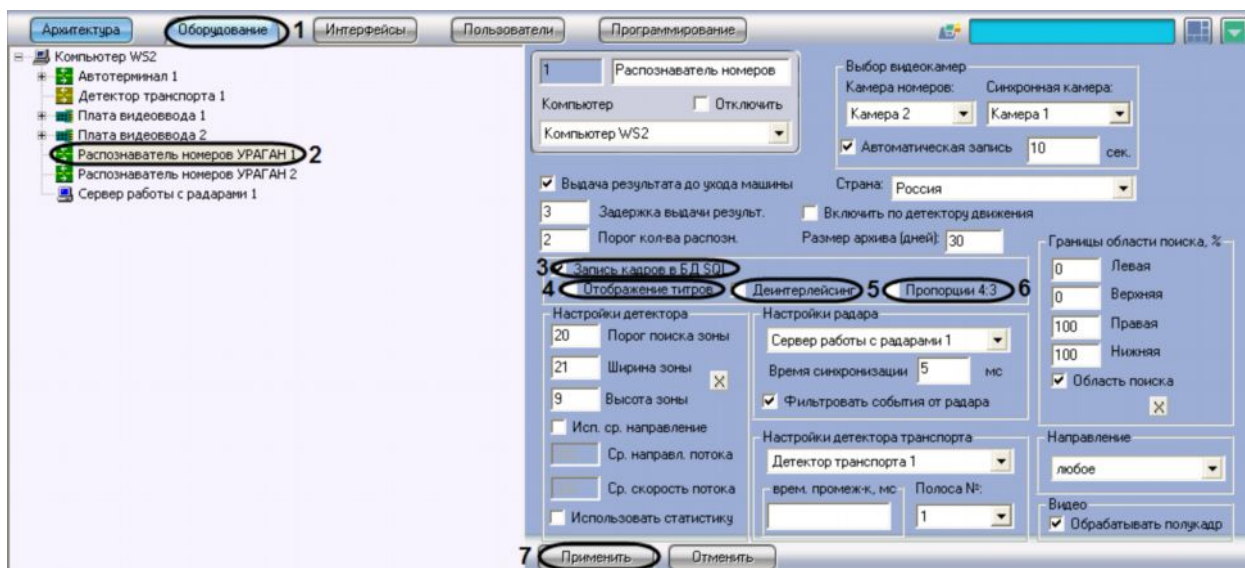

Рис. 7.2.4-1 Включение функции записи кадра с транспортным средством в базу данных номеров
1. В диалоговом окне «Настройка системы» перейти на вкладку «Оборудование» (см. Рис. 7.2.4-1, 1).
2. В дереве объектов на вкладке «Оборудование» выбрать объект «Распознаватель номеров УРАГАН», соответствующий настраиваемому программному модулю «Ураган» (см. Рис. 7.2.4-1, 2). В правой части вкладки «Оборудование» отобразится панель настройки выбранного объекта.
3. Установить флажок «Запись кадров в БД SQL» для активации функции записи кадра видеоизображения с транспортным средством, для которого был распознан номерной знак, в базу данных номеров (см. Рис. 7.2.4-1, 3)
4. Установить флажок «Отображение титров» для активации функции наложения титров на кадр видеоизображения при формировании отчета о распознанном номере (см. Рис. 7.2.4-1, 4)
7. Нажать кнопку «Применить» (см. Рис. 7.2.4-1, 7).